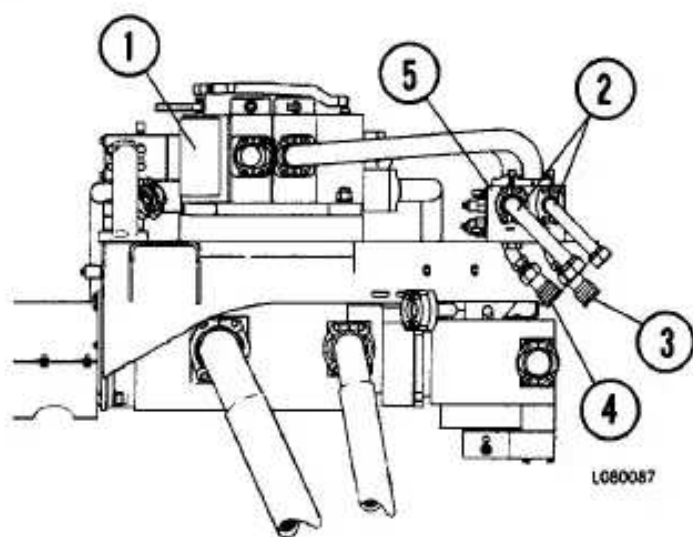

FIGURA 30-1. MODULO DE LA BOMBA, CONEXIÓN DE LA MANGUERA
La Figura 30-1 ilustra una conexión típica desde el camión en buenas condiciones. El camión inhabilitado puede ser del mismo modelo de camión o un modelo Komatsu diferente.
3. Conecte una manguera desde la desconexión rápida de subida (4, Figura 30-1) al circuito de bajada de camión con problemas.
NOTA: Si ambos camiones son del mismo modelo, las mangueras se instalarán en las desconexiones rápidas que se muestran en la Figura 30-1 y se cruzarán cuando se conecten.